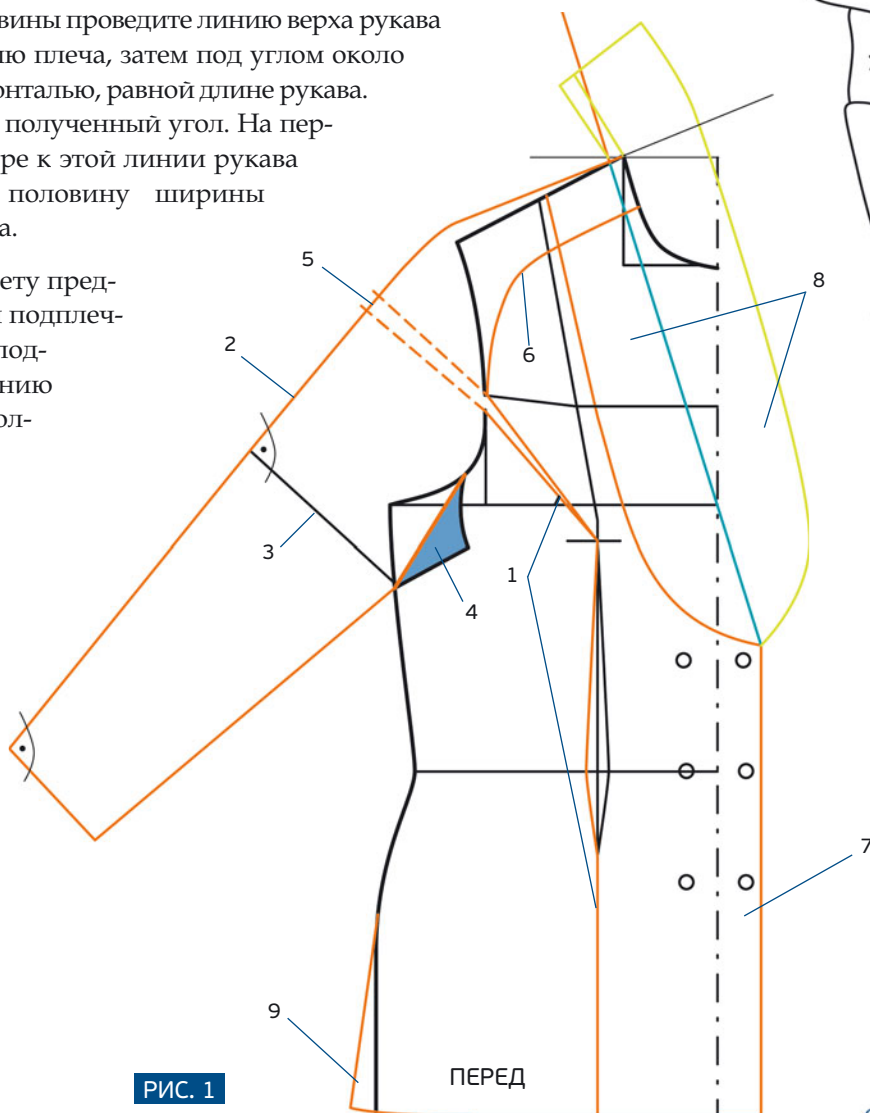

РИС. 1
3. Отложите половину ширины рукава на перпендикуляре к линии верха рукава, который соединяется с боковой линией. Затем с помощью прямой присоедините к углублению проймы (рис. 1, оранжевым цветом).
4. Перечертите полученную деталь в зеркальном отражении (рис. 1, синим цветом).